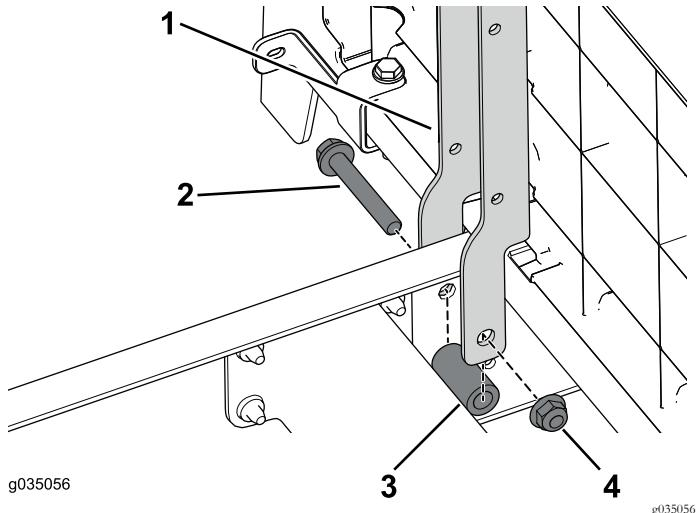

Figura 92
- Utilize os dois parafusos (3/8 x 2 1/2 pol.), espaçadores e porcas flangeadas para prender os suportes do banco esquerdo e direito na secção dianteira da máquina (Figura 92).